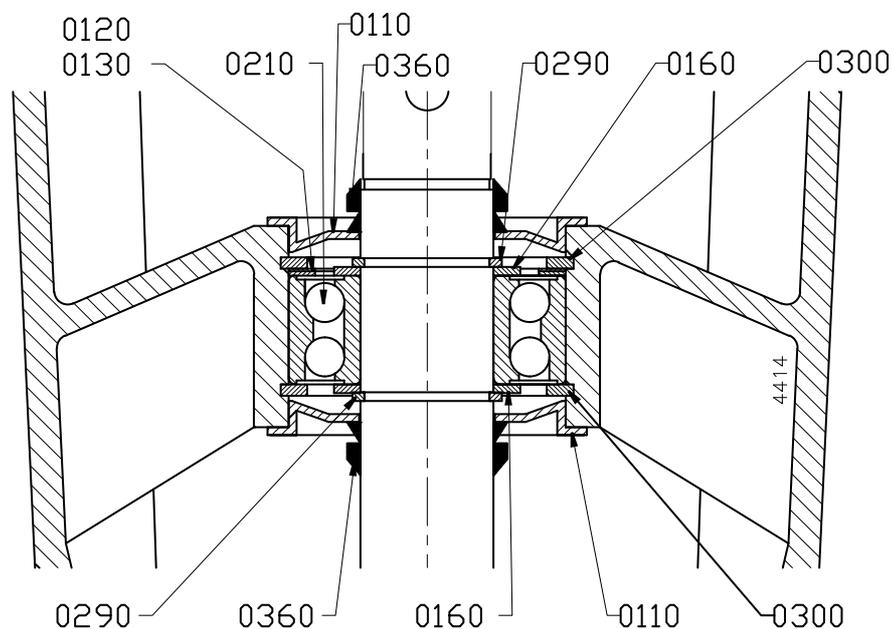

Figure 9: Palier MCV(S) 12,5 - 14a/b - 20a/b.
- 1 Montez le circlips inférieur (0300) et le couvercle de palier inférieur (0110), voir figure 9.